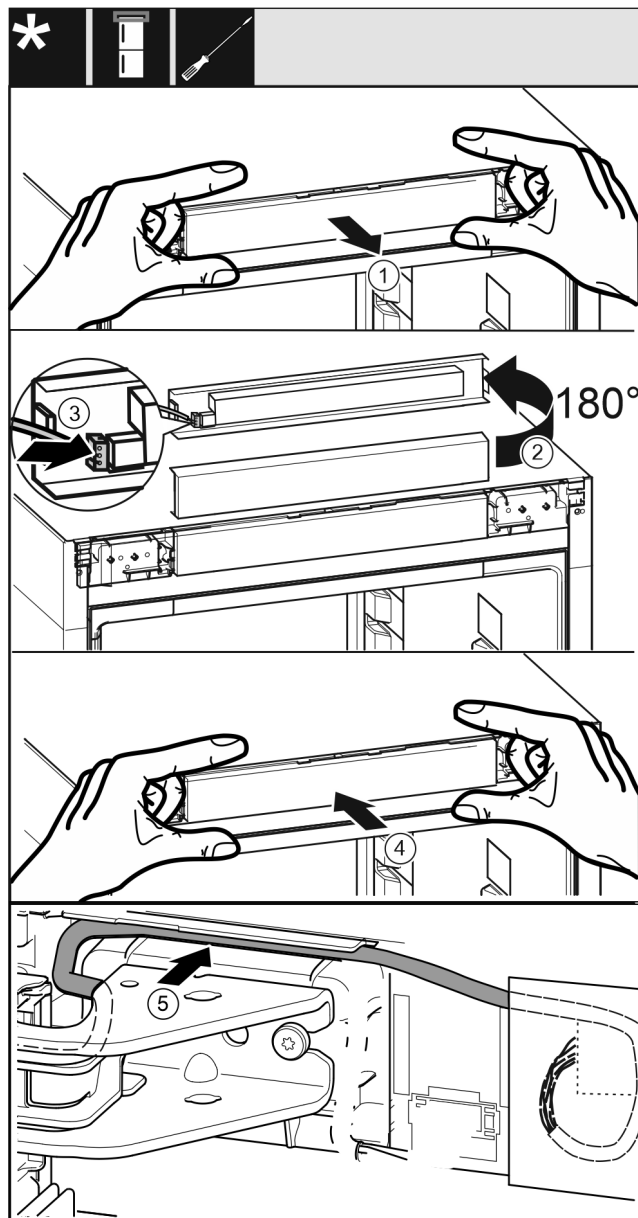

Fig. 43
- ▶ 小心地取出控制面板。 Fig. 43 (1)
- ▶ 将隔板向上旋转 180°。 Fig. 43 (2)
- ▶ 将插头卡紧在控制面板上。 Fig. 43 (3)
- ▶ 将控制面板重新卡紧在冰箱上。 Fig. 43 (4)
- ▶ 将灰色电缆通过上方托架小心地放置到导向装置中。 Fig. 43 (5)